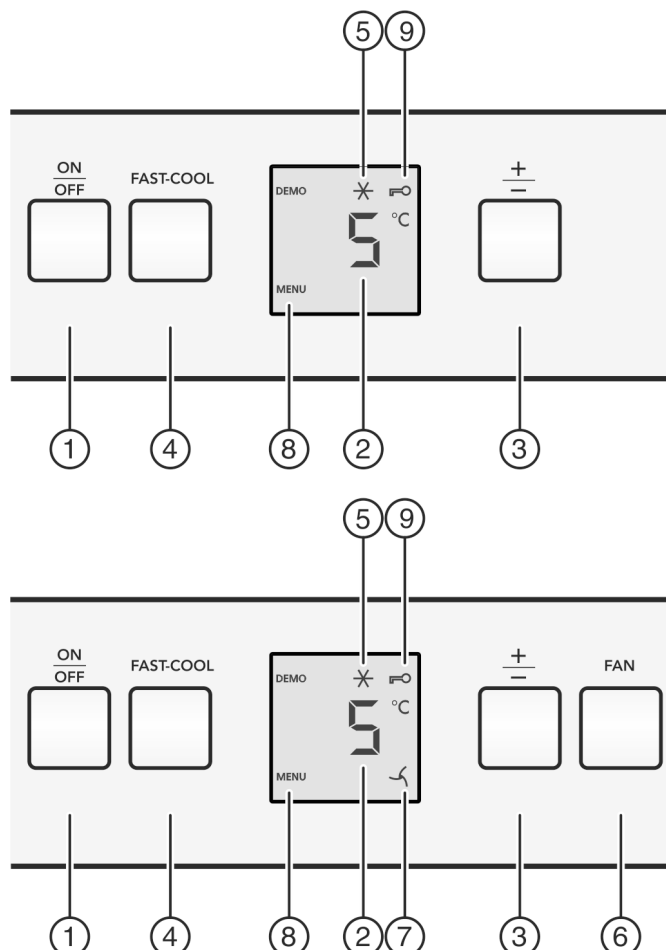

Fig. 2
- ▶ Aan/uit-toets *Fig. 2 (1)* indrukken.
- ▶ Toets Fast-Cool *Fig. 2 (4)* ca. 5 seconden indrukken.
- ▷ Op de display wordt het symbool Menu *Fig. 2 (8)* weergegeven.
- ▶ Met de toets Fast-Cool *Fig. 2 (4)* kort bevestigen.
- ▷ Het symbool Kinderbeveiliging *Fig. 2 (9)* op de display gaat branden.
- ▶ De toets On/Off *Fig. 2 (1)* kort indrukken.
- ▶ Temperatuurfunctie oproepen: Druk de insteltoets „+/-” *Fig. 2 (3)* in.
- ▶ Temperatuur in 1 °C stappen wijzigen: Druk de insteltoets „+/-” *Fig. 2 (3)* net zo vaak in, totdat de gewenste temperatuur op het temperatuurdisplay oplicht.
- ▶ Toets Fast-Freeze *Fig. 2 (4)* kort indrukken.
- ▷ Het symbool Fast-Cool *Fig. 2 (5)* brandt op het display.
- ▷ Het symbool Fast-Cool *Fig. 2 (5)* op het display gaat uit.
- ▶ Toets Fan Fig. 2 (6) kort indrukken.
- ▷ Het symbool Fan Fig. 2 (7) brandt.
- ▷ Het symbool Fan Fig. 2 (7) gaat uit.